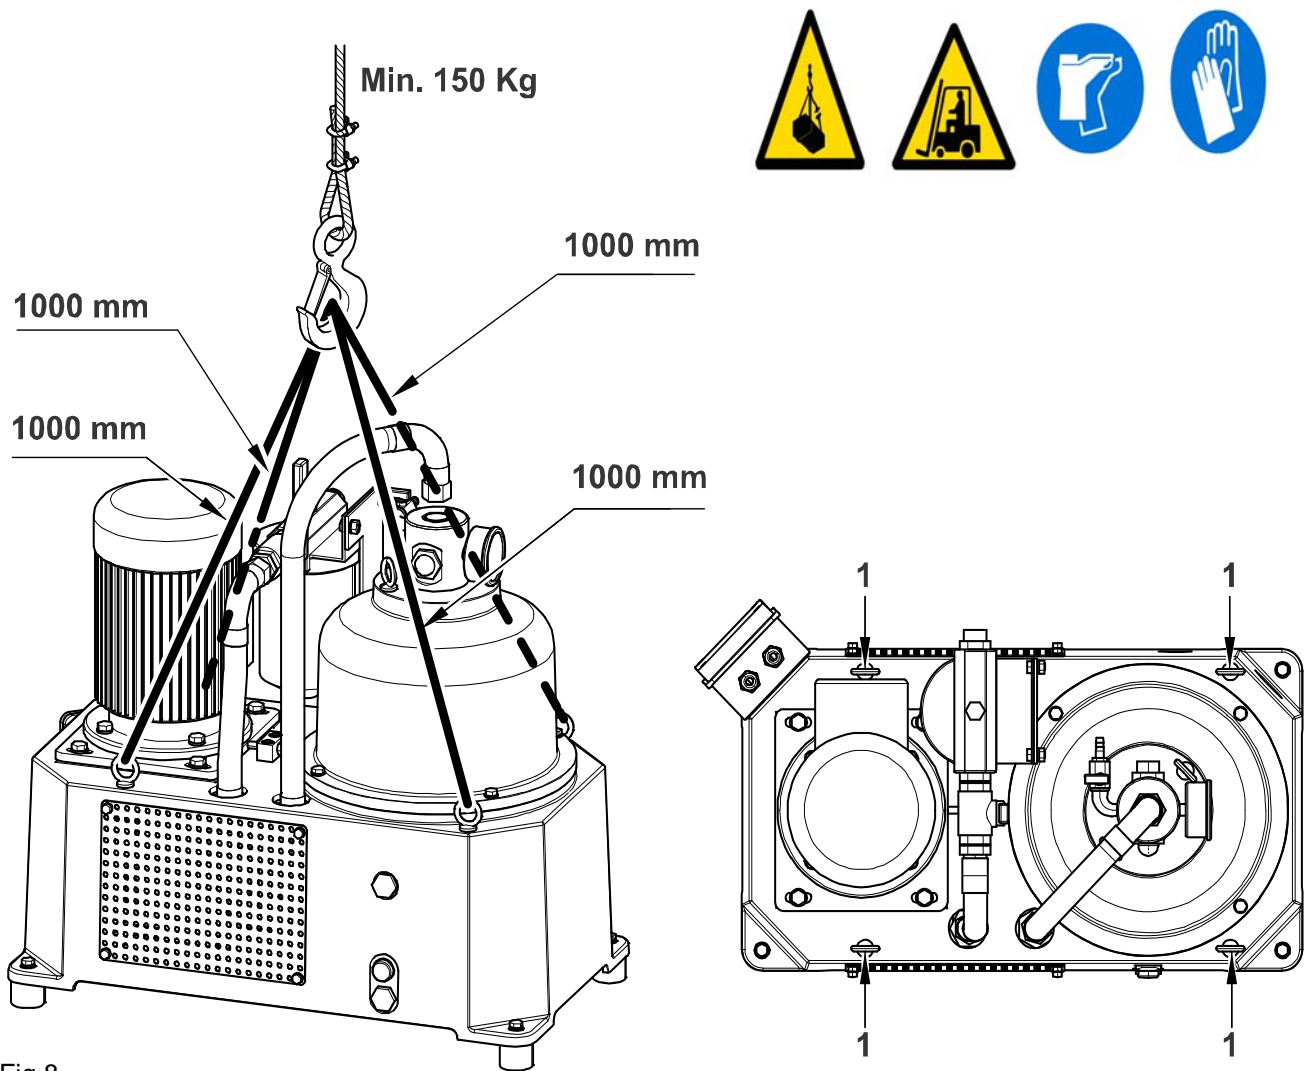

Fig.8
- Entonces sujete los pernos de argolla (Ref.1), como se muestra en Fig.8;
- Sujete los cuatro pernos de argolla a través de cuerdas o las cadenas convenientes para los propósitos de elevación (las cuerdas o las cadenas de elevación no se suministran), la longitud mínima de cada cuerda son 1000 milímetros, según las indicaciones de Fig.8;
La masa total de las piezas montadas mostradas en la Fig.8 es cerca de 145 Kg.